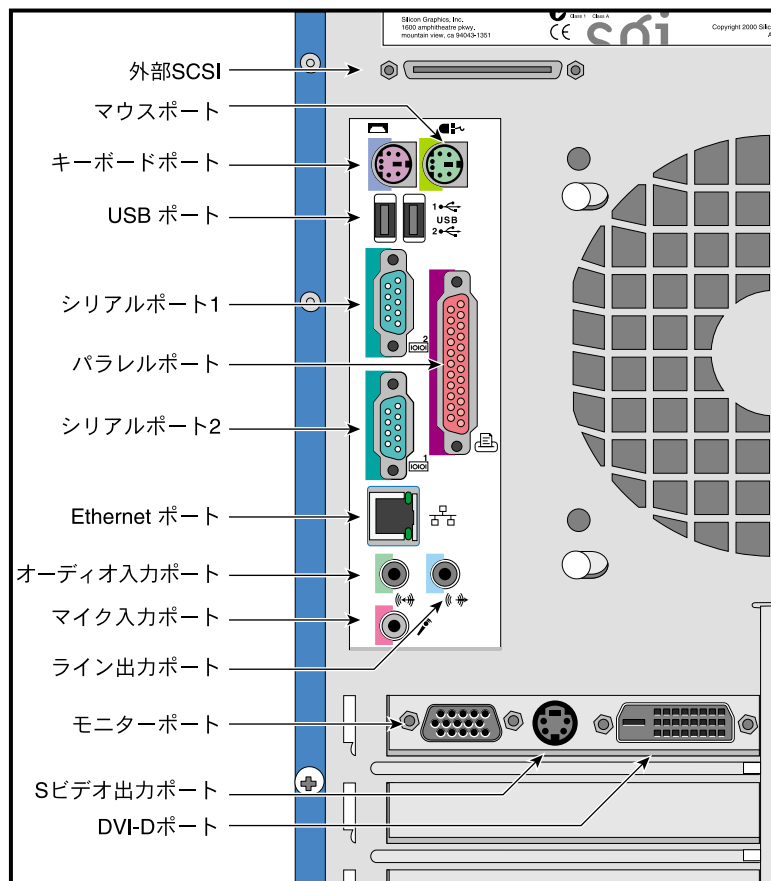

図 1-10 I/Oパネル
- b. システムのライン出力ポートとスピーカー入力信号ポートをケーブルでつなげます。これで右スピーカーがシステムに接続されます。ライン出力ポートの位置については、図 1-10 を参照してください。
7. その他の外部装置をそれぞれのポートに接続します。I/Oパネルの詳細図については、図1-10を参照してください。